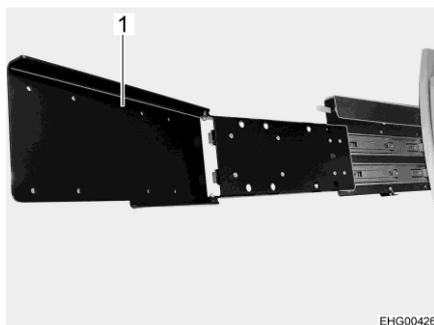

Fig. 95 Base estraibile (estratta e ribaltata)
- Per ruotare lo schermo piatto verso la zona di coda: Aprire la base estraibile (Fig. 95,1).